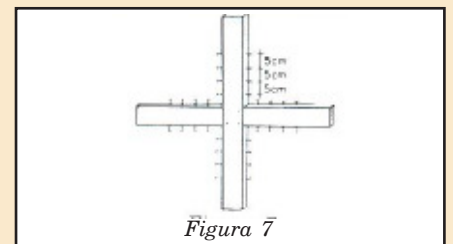

Figura 7
- Fixar, por meio de quatro pregos de 1", os dois pedaços de madeira, de modo a formar uma cruzeta. Fixar oito pregos de 2½", espaçados de 5 em 5cm, a partir do centro da cruzeta para as extremidades (Figura 7).